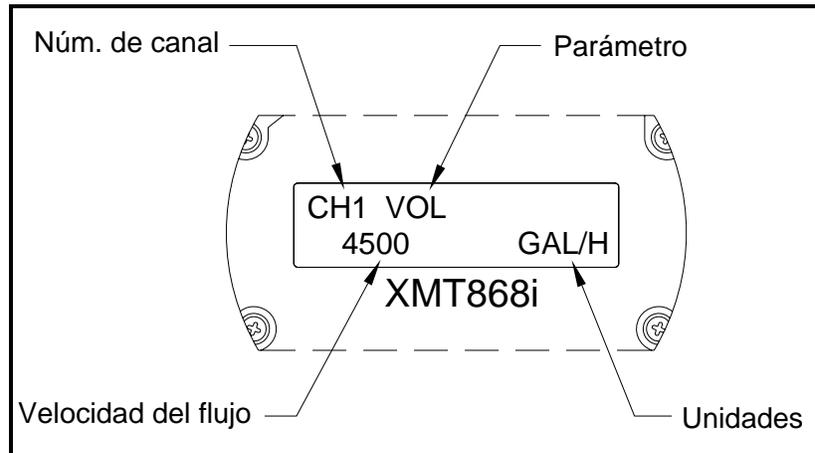

Figura 3-1: Pantalla LCD de velocidad de flujo típica
Los componentes de la pantalla LCD se muestran en la Figura 3-1 abajo.
El ejemplo en la Figura 3-1 abajo utiliza las configuraciones de pantalla predeterminadas. No obstante, se pueden reprogramar los tres primeros elementos en la lista para mostrar diversas opciones alternativas.
- Active XMT868i y lea la velocidad del flujo directamente de la pantalla (vea la Figura 3-1 en la página 3-3).